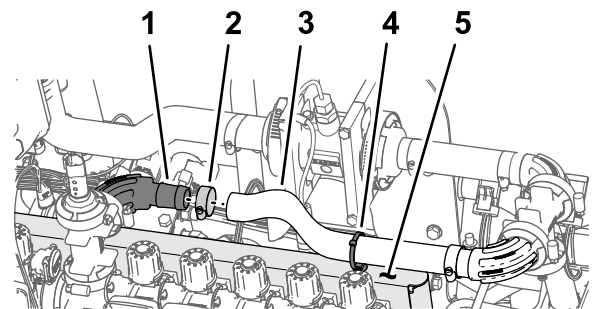

Рисунок 112
1. Установите шланг (1 x 16 дюймов) на прямоугольный фланцевый штуцер (1 дюйм), как показано на **Рисунок 112**.
2. Закрепите шланг на фланцевом штуцере шланговым хомутом (**Рисунок 112**).
3. Вставьте кабельную стяжку / вставной держатель в отверстие в верхней части опоры крепления клапанов, как показано на Рисунок 112.
4. Закрепите кабельную стяжку / вставной держатель (Рисунок 112) вокруг шланга (1 x 16 дюймов).